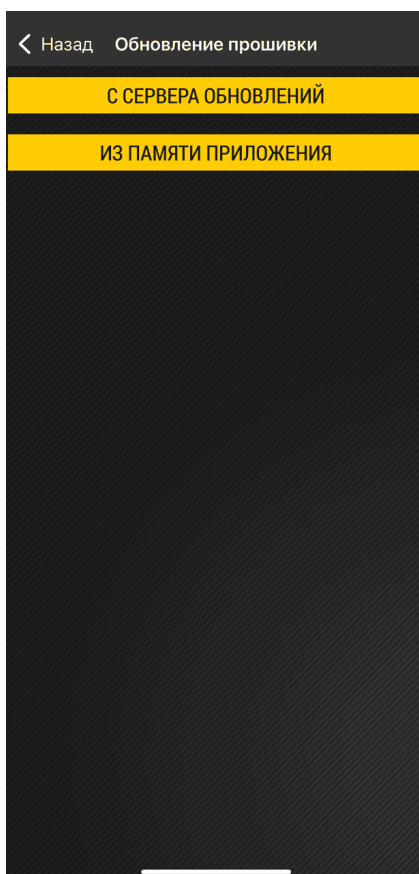

Рис.40. Меню «Обновление прошивки»
2. Откроется меню выбора источника установки прошивки (Рис.40). Выберите источник: